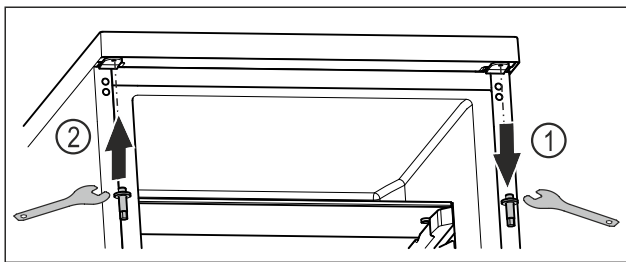

Fig. 18
- Csavarja ki a felső csapot dugókulccsal. Fig. 18 (1)
- Csavarozza fel a csapot a másik oldalra dugókulccsal. Fig. 18 (2)